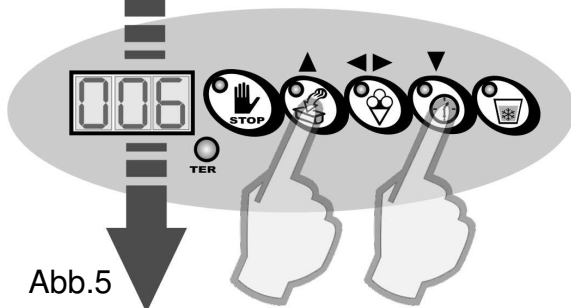

Abb.5
- Die Led-Anzeigen der Tasten UP, Bestätigen und DOWN schalten sich ein und auf dem Display erscheinen die Werte der Zeiteinstellungen, ausgedrückt in Minuten mit einem Zahlenwert zwischen 1' und 10': Drücken Sie die Tasten UP und DOWN zum Steigern und Senken des Werts. Lange Arbeitszeiten führen zu hohen Konsistenzwerten, niedrige Zeiten zu geringen Konsistenzen (Abb. 5).